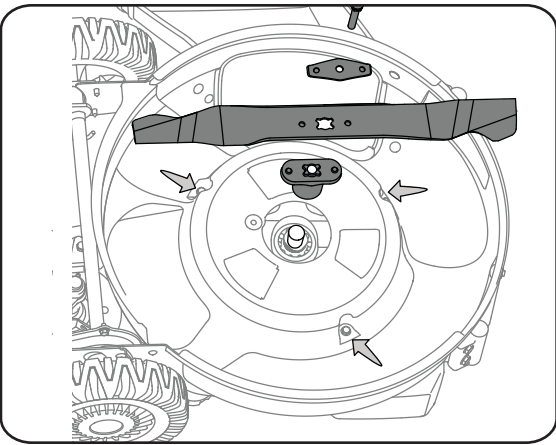

Figure 13
1. Enlevez le boulon et le support de la lame qui maintiennent la lame et l'adaptateur sur le vilebrequin. Voir la Figure 13.
7. Placez l'adaptateur de la lame sur le vilebrequin, «l'étoile» à l'opposé du moteur. Voir la Figure 13. Placez la lame, le côté sur lequel la mention «Bottom» (ou le numéro de pièce) apparaît, à l'opposé de l'adaptateur. Alignez le support de la lame sur celle-ci, en enfonçant les pattes dans les trous de la lame, puis insérez le boulon hex. au couple recommandé ci-dessous:
6. Avec une clé de 3/8 po, enlevez les trois vis à tête hex. qui maintiennent le déflecteur sur le plateau de coupe. Voir la Figure 13.